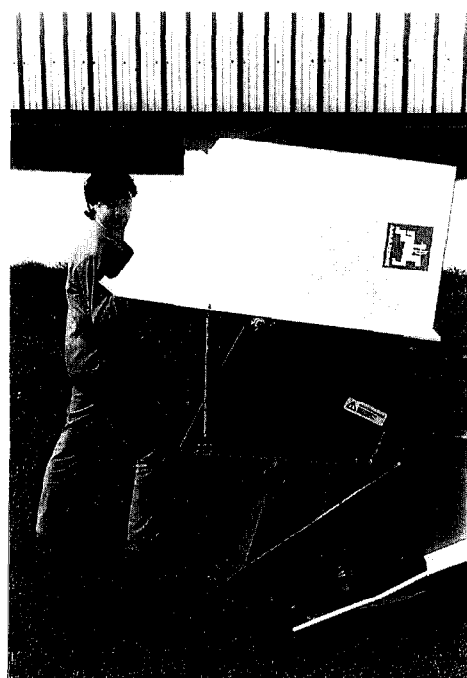

fig. 7
- Løft beholderen med afskærmningen (Fig. 7)